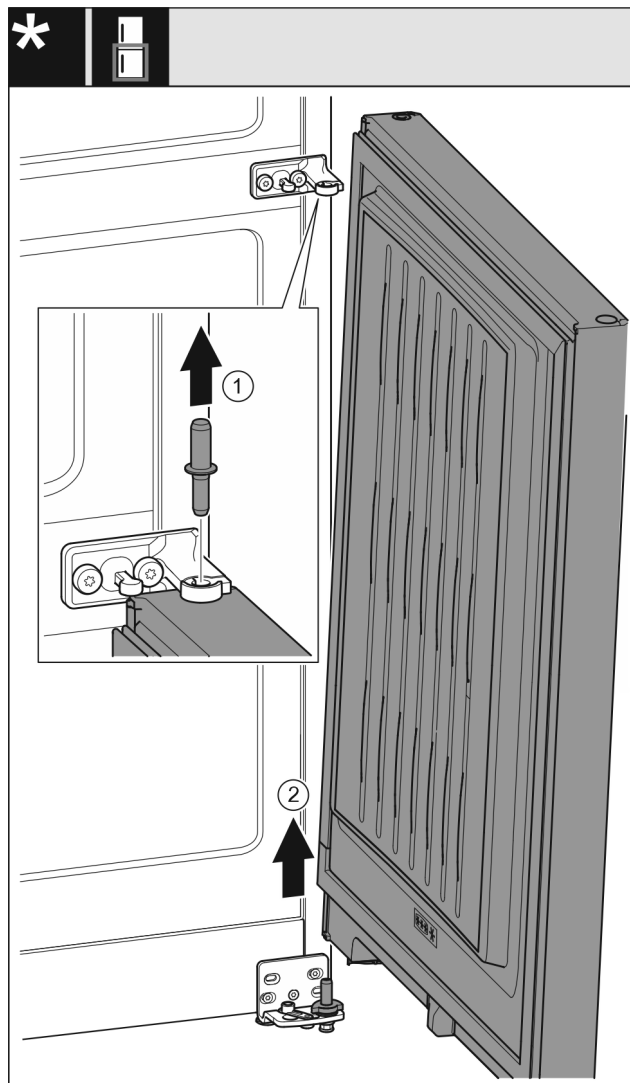

Fig. 9
- Izvlecite sornike Fig. 9 (1) v smeri navzgor.
- Vrata Fig. 9 (2) obrnite navzven, jih povlecite navzgor in postavite na stran.